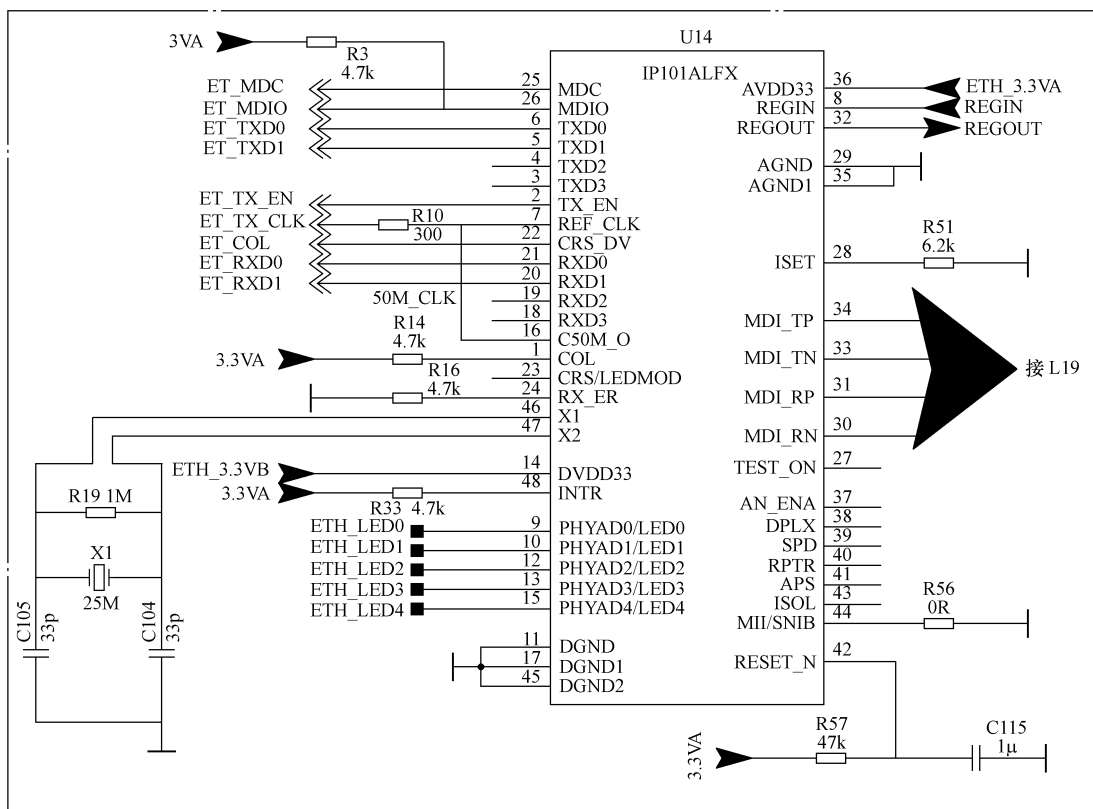

图 6-35 U14（IP101ALFX）及其外围元器件截图
【附注】1) 该机在故障出现时主要检测 U14 的③脚供电电压（正常为 2.5V），对地阻值（正常为 500Ω）。2) U14（IP101ALFX）及其外围元器件截图如图 6-35 所示。